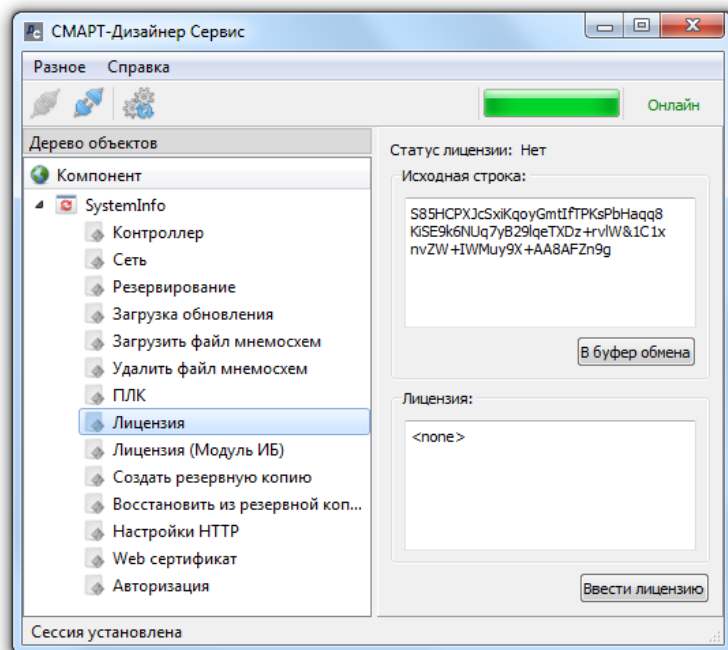

Рисунок 5. Лицензирование ППО «СМАРТ-СЕРВЕР2»
3. Полученный в ответ публичный ключ лицензии вставить в соответствующее поле (см. Рисунок 5).